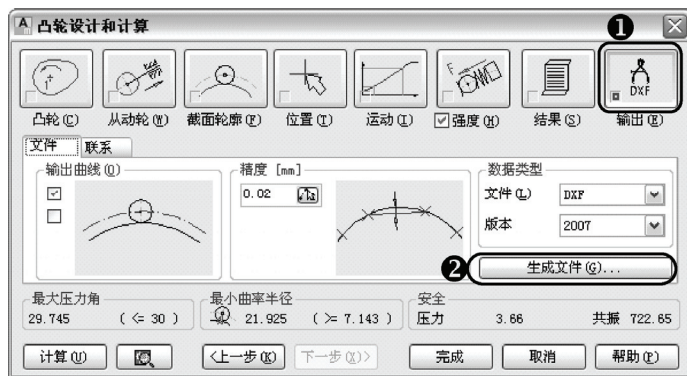

图 12-45 输出选项
10) 因为凸轮的工作曲面是由工艺要求形成的, 普通机械加工是很难加工出来, 所以一般用 CNC 加工, CNC 加工需要相关的数据。单击“输出”选项, 输入相关数据后, 单击“生成文件”按钮, 选择好相关路径后, 保存文件, 如图 12-45 所示。